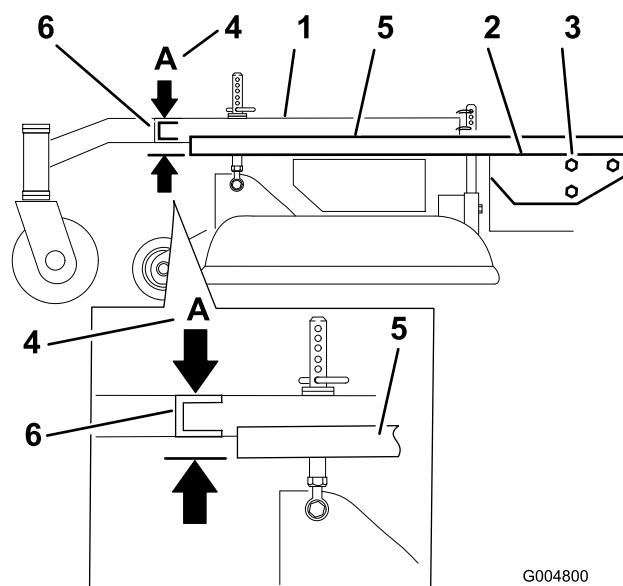

Figura 78
3. Coloque una regla larga en la parte superior de la plataforma del motor según se ilustra en la Figura 78.
4. En la ranura transversal del bastidor de tiro, mida la altura en la posición **A** (Figura 78).
6. Afloje los pernos de montaje del bastidor de tiro en los dos lados de la máquina (Figura 78).
7. Alinee el bastidor de tiro y la plataforma del motor para que tengan una altura de 33 mm (1-5/16 pulg.), con una tolerancia de más o menos 6 mm (1/4 pulg.) en la posición **A** (Figura 78).